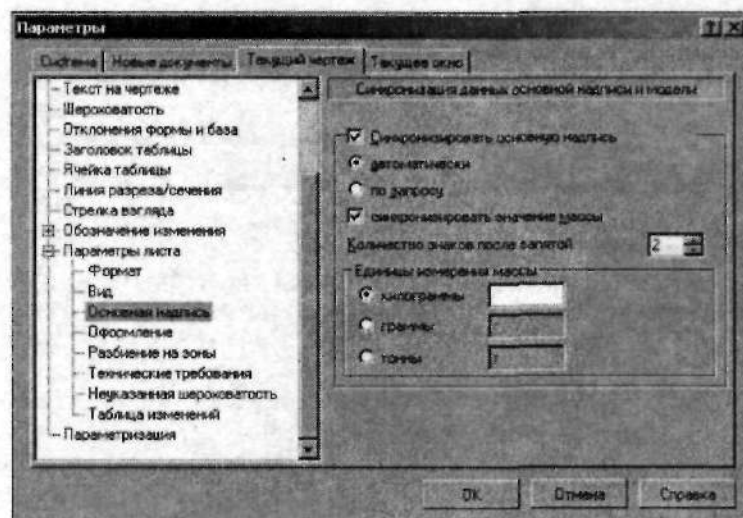

Рис. 1.38. Настройки заполнения основной надписи
- **Основная надпись.** При помощи этой настройки вы можете задать, каким образом будет заполняться основная надпись (либо автоматически, по данным ассоциированной модели, либо вручную). Чтобы основная надпись заполнялась автоматически, поставьте галочку в окошке метки **Синхронизировать основную надпись**. Если же вы хотите заполнять ее вручную, то снимите галочку в этом окошке метки (рис. 1.38). При создании чертежа модели, ее масса автоматически рассчитывается и указывается в поле **Масса чертежа**. Если вы хотите заполнить данное поле вручную, то снимите галочку в окошке метки **Синхронизировать значение массы**, установленную по умолчанию. Здесь вы также можете задать единицы измерения массы (килограммы, граммы ил и тонны), которые будут использоваться при заполнении поля **Масса чертежа**.